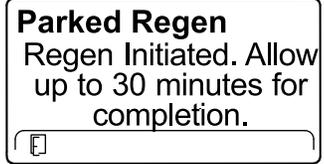

図 61
6. インフォセンターの画面には、終了までの時間を表すメッセージが表示される 図 61。